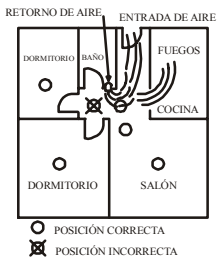

Figura 6: LUGARES RECOMENDADOS PARA DETECTORES DE HUMOS PARA EVITAR CORRIENTES DE ARIE CON PARTÍCULAS DE COMBUSTIÓN.
- Cuando haya corrientes de aire que atraviesan la cocina, la forma en cómo un detector puede detectar las partículas de combustión se muestra gráficamente en la Figura 6. En ella se indica los lugares correctos e incorrectos de instalación de los detectores